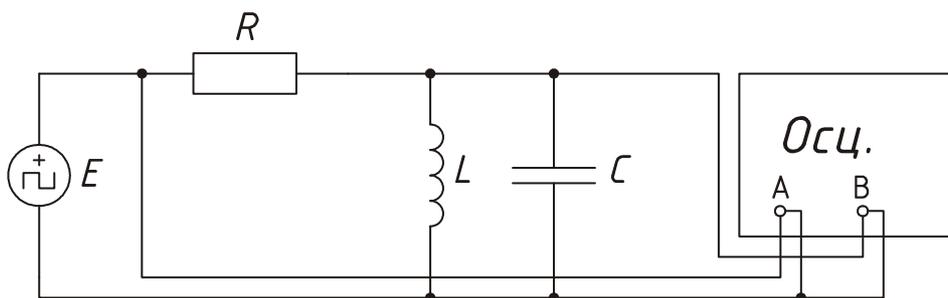

Рис. 7.2.
8. Для исследования переходных процессов в параллельном колебательном контуре необходимо собрать схему рис.7.2., получить осциллограммы $E(t)$ и $U_K(t)$ при $R = 500$ Ом и $R=5$ кОм.. Определить по осциллограммам период свободных колебаний $T_{св}$ и декремент Δ .